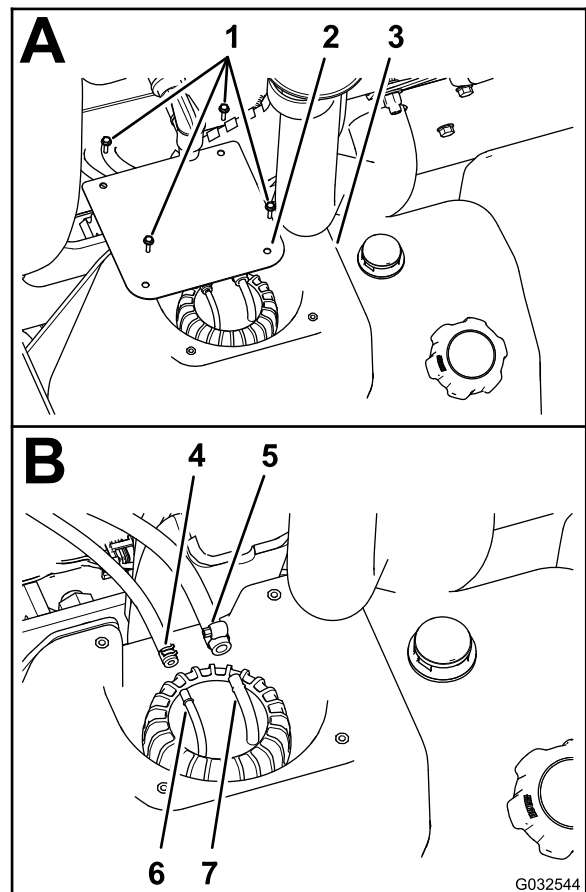

Рисунок 82
2. На топливном баке выверните 4 винта (№ 10 x ¾ дюйма), которые крепят крышку к верхней части топливного бака, и снимите крышку (Рисунок 82А).
части узла вертикальной трубы (Рисунок 82В).
4. Отсоедините 2 шланга от шланговых штуцеров и дайте топливу стечь из шлангов в утвержденную к применению топливную емкость (Рисунок 82В).
4. Подсоедините топливный шланг диам. 6,4 мм к шланговому штуцеру 6,4 мм и закрепите шланг на штуцере с помощью шлангового хомута (Рисунок 82В).
5. Подсоедините топливный шланг диам. 8 мм к шланговому штуцеру 8 мм и закрепите шланг на штуцере с помощью шлангового хомута (Рисунок 82В).
6. Установите крышку на бак (Рисунок 82А), закрепив ее с помощью 4 винтов (№ 10 x ¼ дюйма), снятых при выполнении пункта 2 раздела Удаление топливного фильтра из бака (страница 73).